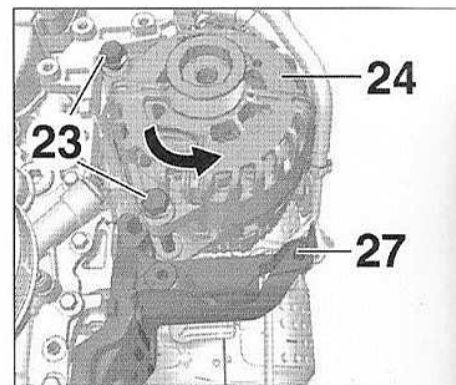

FIG.32
- Basculer l'alternateur (24) vers l'avant (Fig.32).
- le support (27),
- les vis (23),
- l'alternateur (24).